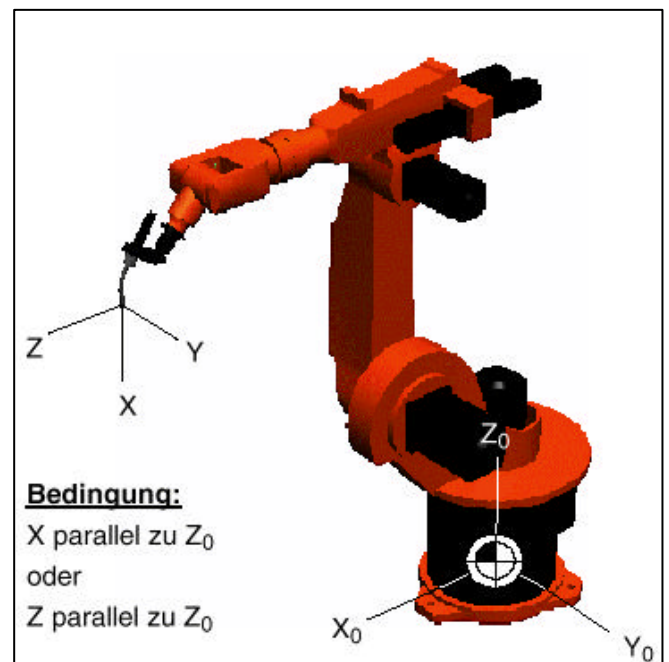

Bild 4.1
- Werkzeug nach Abbildung 4.1 einstellen